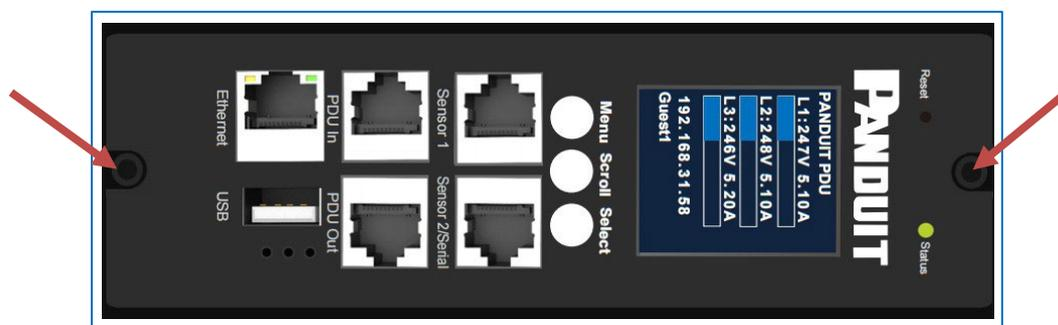

図 78: ネットワークコントローラーのネジ
1. 図 78 に示すように、ネジに対して T10 トルクドライバーを使います。ネジは固定ワッシャーで保持されています。